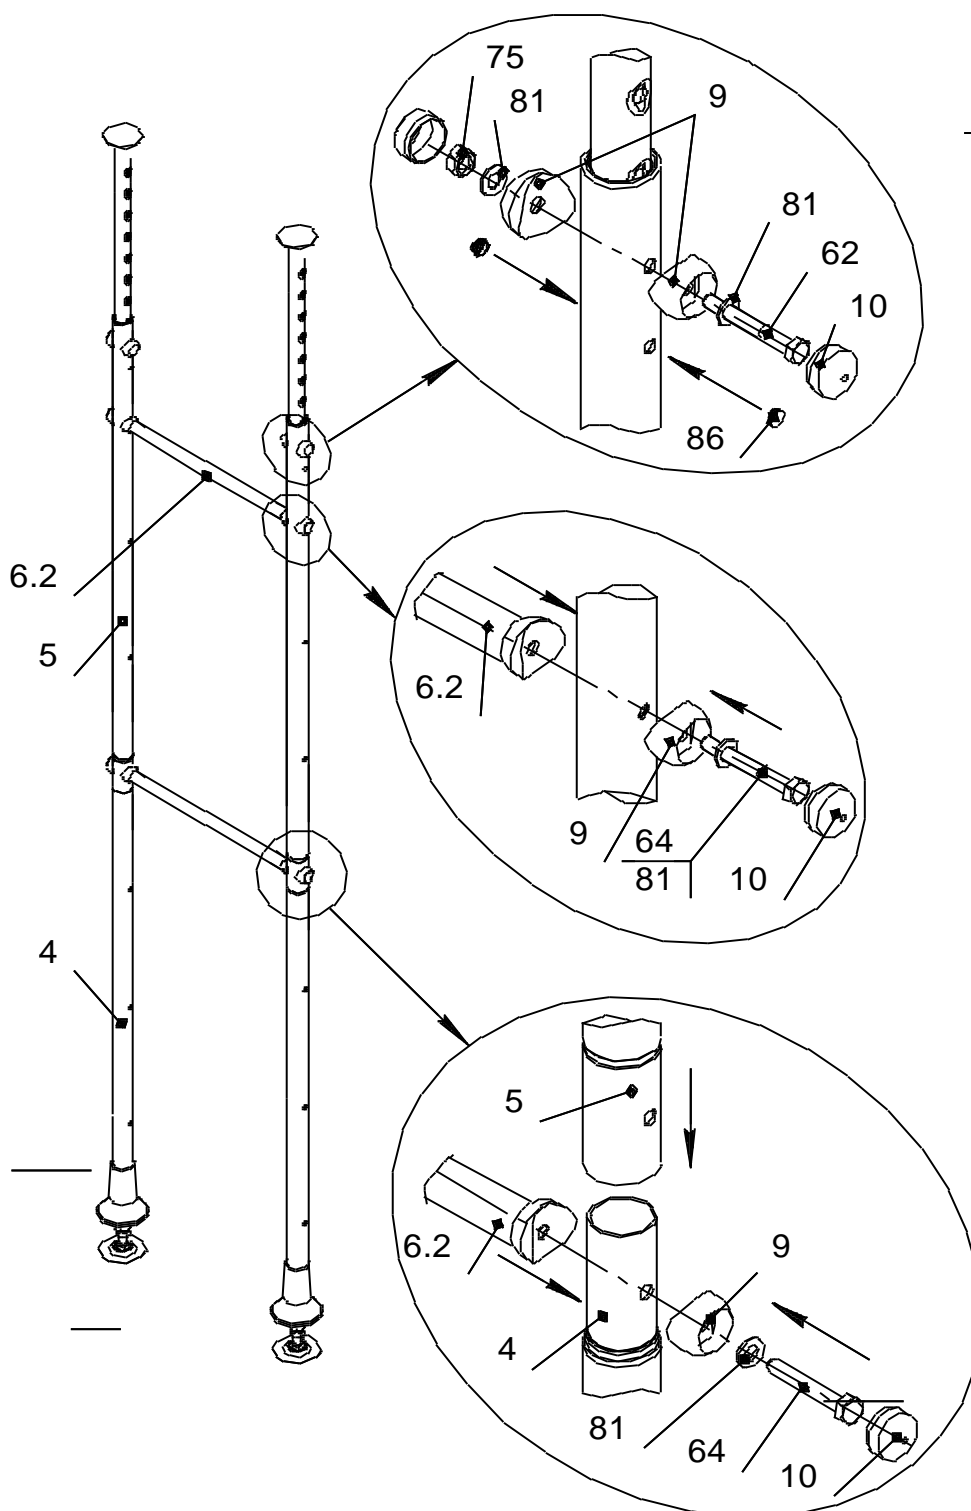

Рис.6
- Соединить верхние и нижние стойки между собой при помощи ступеней поз.6 и 6.2 (рис.6).